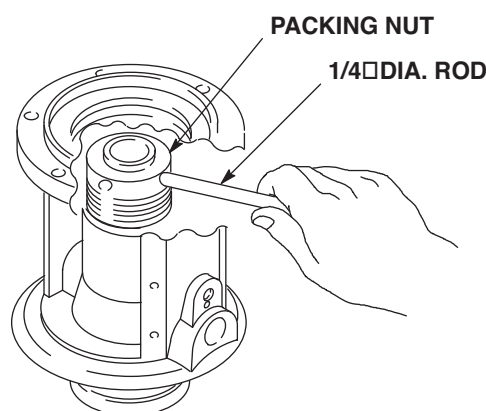

図 14
4. 直径 1/4 インチのロッドでパッキンナットを締め付けます。まずナットを緩め、次にしっかりと締め付け、最後にさらに 1/4 回転締め付けます。(図 14)